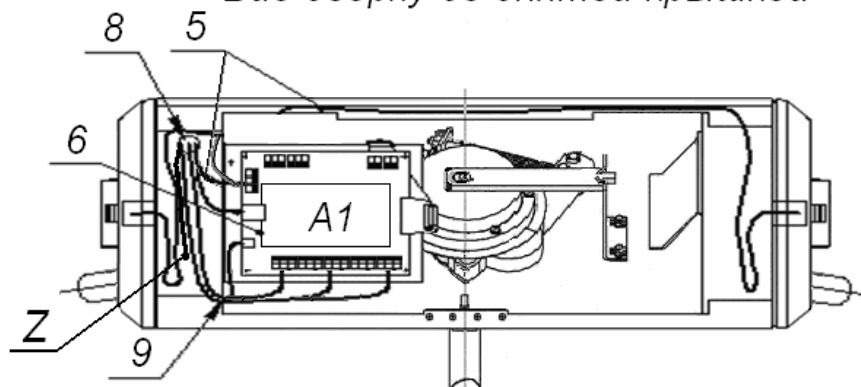

Рисунок 10. Схема прокладки кабелей в стойке ЭП
6. Подготовьте в полу отверстия под гильзы анкеров для крепления стойки ЭП. Установку и крепление стойки производите после прокладки всех кабелей в кабельном канале и внутри стойки. Схема прокладки кабелей в стойке и места расположения отверстий, в которые следует установить изоляционные втулки из комплекта поставки, показаны на рис. 10.
8. Снимите крышку стойки ЭП (3), открыв ключом замок (4) (см. разд. 6).
9. Протяните кабели внутри стойки. Рекомендуемое расположение кабелей при прокладке внутри стойки показано на рис. 10.
13. Выполните заземление стойки ЭП в соответствии с требованиями ПУЭ («Правила устройства электроустановок»). Контакт заземления **Z** находится под крышкой стойки (3), слева от плат контроллера (см. рис. 10).